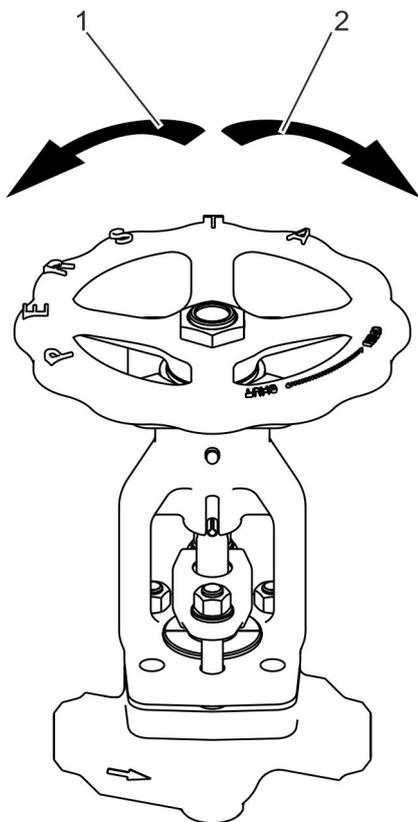

Abb. 17: Armatur: Draufsicht
2. ➤ Armatur durch Drehen des Handrads gegen den Uhrzeigersinn (Abb. 17/1) vollständig öffnen.
3. ➤ Armatur durch Drehen des Handrads im Uhrzeigersinn (Abb. 17/2) vollständig schließen.